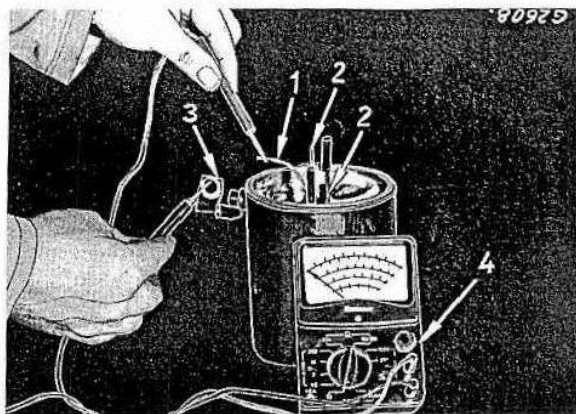

Bild 19
Anmerkung: Wenn vorhanden, vor der Prüfung das Ende der Nebenschlußwicklung (1) Bild 19 auslöten.
Die Taster eines Ohmmeters (4) Bild 19 oder eine 12 Volt-Prüflampe an Anschluß (3) und jeweils an ein Wicklungsende halten.